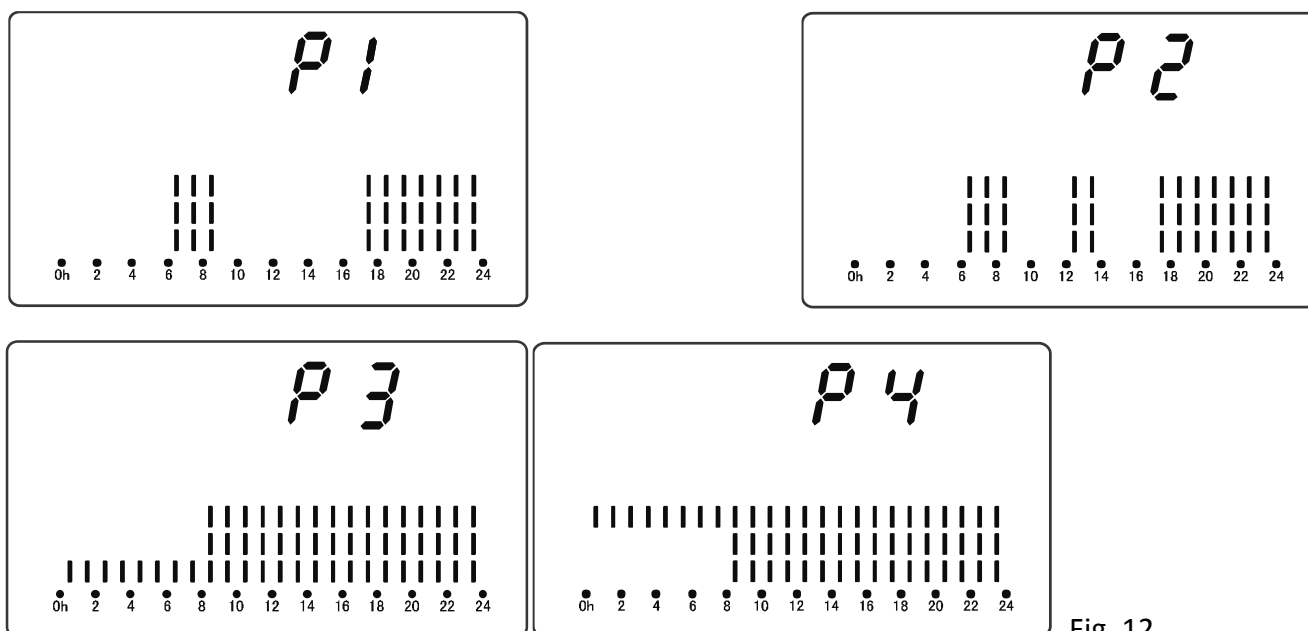

Fig. 12
2. Appuyez brièvement sur la touche Mode pour sélectionner l'un des 4 programmes pré enregistrés P1, P2, P3, P4. (Fig. 12).